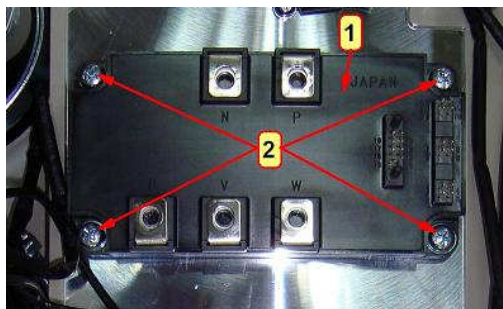

Рис.6.25
6.14.1. Выкрутить винты 2, снять матрицу 1 (рис.6.25). Положить винты и модуль в тару.